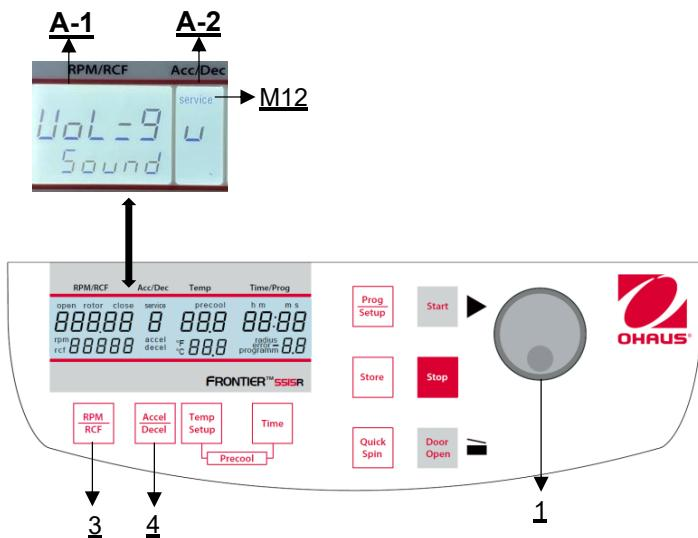

Figure 32
Procéder comme décrit au point 4.1.1 pour entrer dans ce mode de programmation et appuyer ensuite sur la touche "Accel/Decel" (4). Sur l'écran "Acc/Dec" (A-2), le mot "Service" (M12) clignote. Sélectionnez maintenant la lettre "U" à l'aide du bouton de réglage (1). Les mots "Vol=9/Sound" apparaissent alors sur l'écran "RPM | RCF" (A-1). Après avoir appuyé sur la touche "RPM | RCF" (3), vous pouvez régler le volume souhaité entre 0 (faible) et 9 (fort) à l'aide du bouton de réglage (1) (**voir figure 32**).